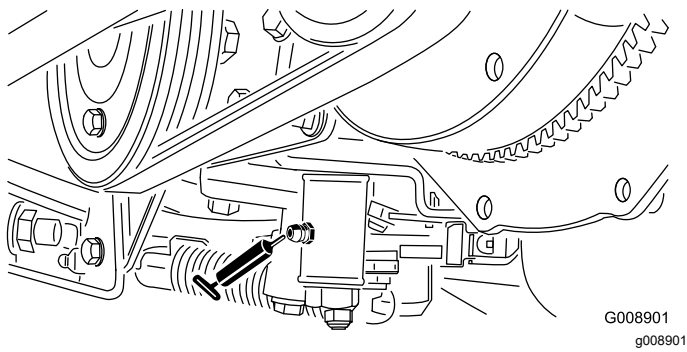

**Figura 39**
- Pivote (2) y cilindro de elevación del brazo de elevación delantero derecho (Figura 39)